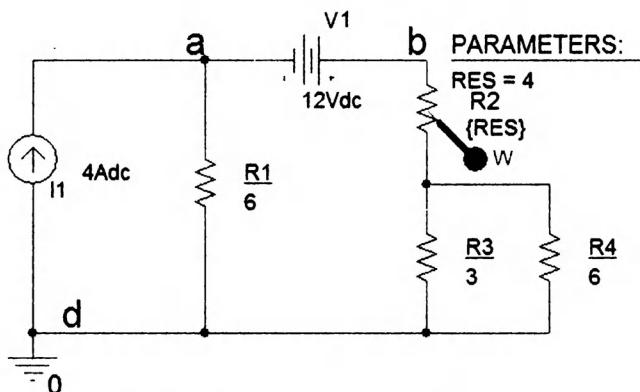

Рис. 2.16. Ввод в схему компонента PARAM
3. Нажимаем Place Part и добавляем компонент PARAM в схему (рис. 2.16).
Добавляем в схему маркер для измерения мощности в резисторе R2. При правильных установках схема будет иметь вид, показанный на рис. 2.16.